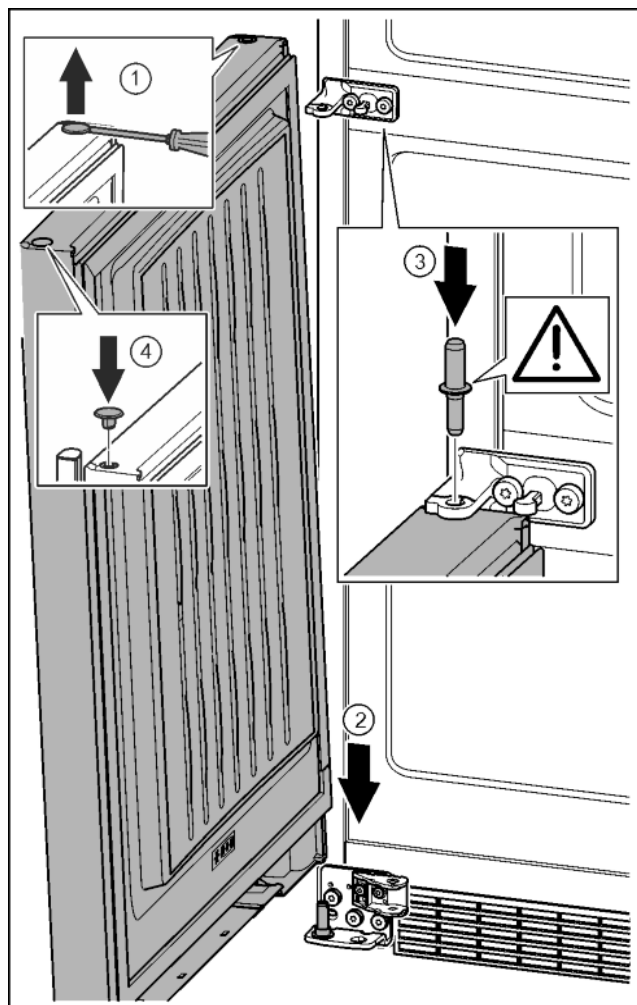

Fig. 34
- ▶ Stop voorzichtig met een sleufschroevendraaier optillen en eruit trekken. Fig. 34 (1)
- ▶ Deur van boven op de onderste lagerbout plaatsen. Fig. 34 (2)
- ▶ Het midden van de lagerbout door het midden van de lagerbus in de onderste deur aanbrengen. Let op dat de vergrendelnok naar achter wijst. Fig. 34 (3)
- ▶ Stop op de andere deurzijde weer aanbrengen. Fig. 34 (4)